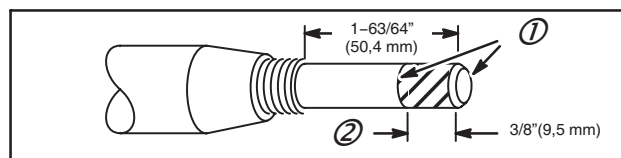

Fig. 21
Le vilebrequin doit être raccourci de 9,5 mm (2) et l'extrémité chanfreinée comme indiqué en (1), Fig. 21. Une grille rotative différente est nécessaire avec le nouvel embrayage **Réf. : 221661**.